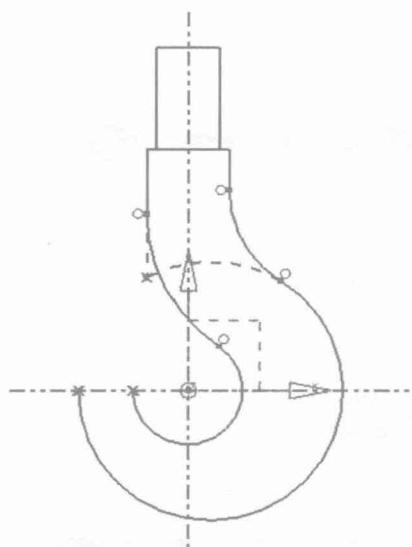

图 1-9 圆角的绘制
(8) 单击“特征”工具栏上的【圆角】按钮，作 R24 和 R36 的圆弧，如图 1-9 所示。